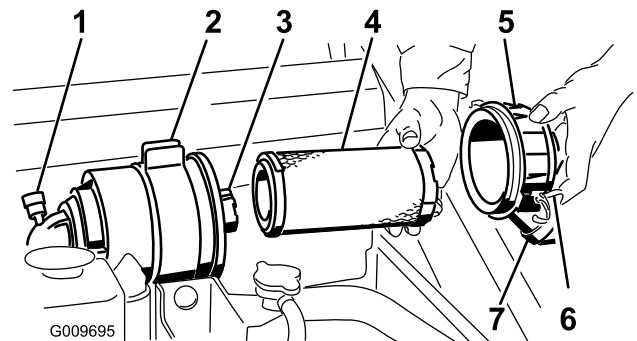

Figure 33
**Important:** Faites l'entretien du filtre à air uniquement quand l'indicateur de colmatage est rouge (Figure 33). Changer le filtre à air prématurément ne fait qu'accroître le risque de contamination du moteur par des impuretés quand le filtre est déposé.
4. Ouvrez les verrous du filtre à air et séparez le couvercle du corps du filtre (Figure 33).
1. Sortez l'élément principal du corps du filtre avec précaution (Figure 33). Évitez de cogner l'élément à l'intérieur du corps.
4. Si vous remplacez l'élément filtrant de sécurité, insérez-le avec précaution dans le corps du filtre (Figure 33).
5. Placez ensuite l'élément principal sur l'élément de sécurité avec le même soin (Figure 33). Assurez-vous qu'il est bien engagé en appuyant sur le rebord extérieur.
6. Reposez le couvercle du filtre à air, le côté portant l'inscription « UP » en haut, et fermez les dispositifs de verrouillage (Figure 33).